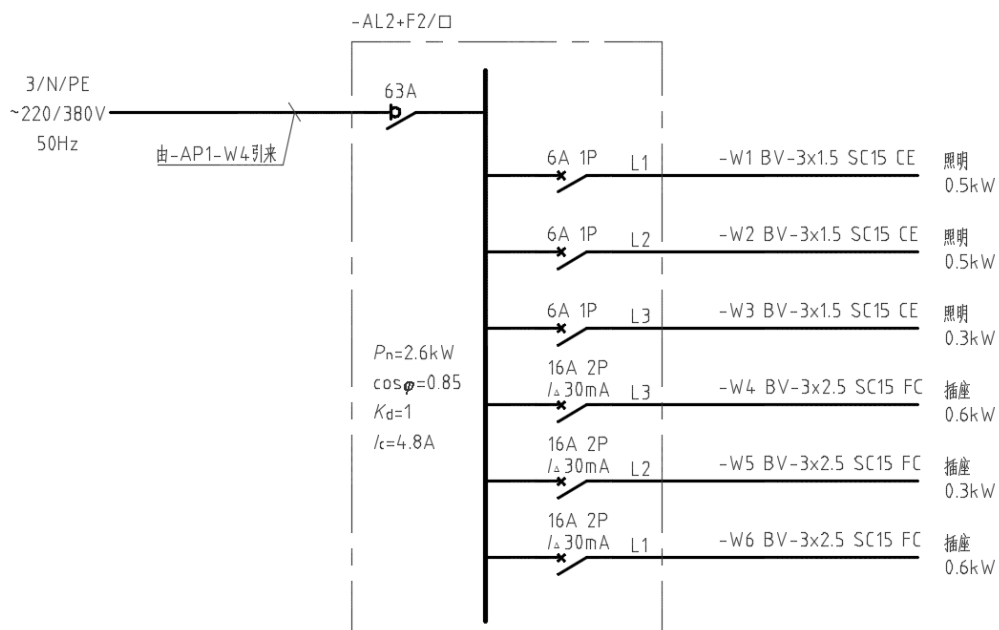

图 15-158 绘制照明箱配电系统图练习
(6) 上机练习: 绘制图 15-158 所示的照明箱配电系统图。
(7) 上机练习: 请自行绘制一个简单物件的零件图, 并再新建一个图形文件以及为该零件建立其三维实体模型。
(8) 扩展研习: 在制图过程中, 执行某个命令并要求指定点时, 如果该指定点需要临时参照另外一个点 (非上次指定点) 来定位, 例如要求输入相对于某个临时点的相对坐标值来定位, 有什么好的方法技巧? 可在本章的 15.5 节综合范例中找答案。